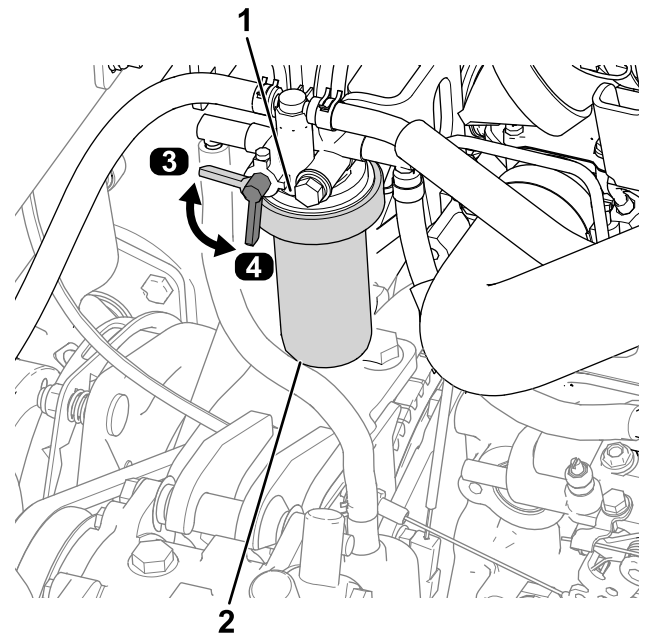

Figura 59
2. Curățați zona din jurul capătului filtrului de combustibil (Figura 59).
3. Scoateți filtrul și curățați suprafața de montare a capătului filtrului (Figura 59).
6. Rotiți maneta ventilului pentru combustibil în poziția PORNIRE (Figura 59).
1. Rotiți maneta ventilului pentru combustibil în poziția OPRIT (Figura 59).